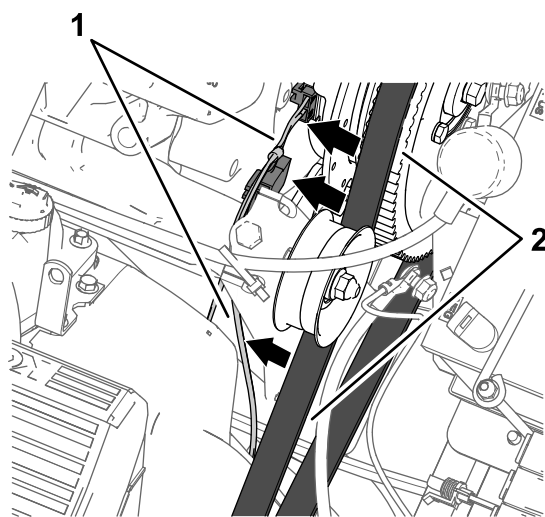

Figure 170
4. Acheminez la branche de 84 cm du faisceau contre le moteur et la pompe de pulvérisation de telle manière que le faisceau soit éloigné de la courroie d'alternateur (Figure 170).